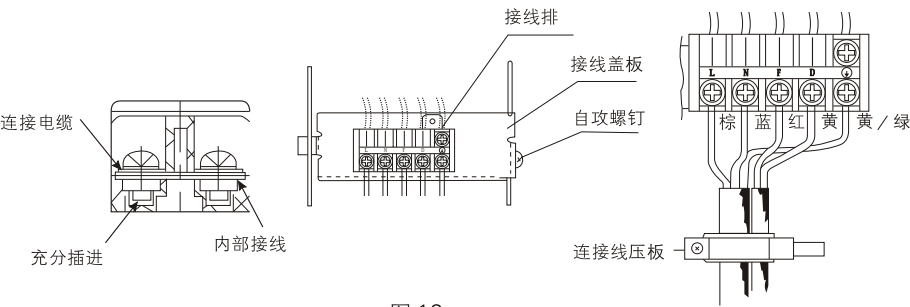

图 16
- 连接电缆连接结束后，必须按图 16 所示装上接线盖板。
(2) 电线连接顺序
- 分别按不同的线色充分插入相应规定的端子孔内并牢牢固定,如图 15 及图 16 所示。(紧固力矩 5kgf·cm)